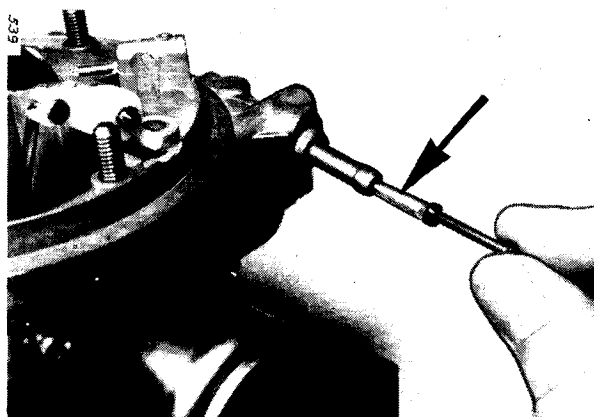

Bild 26
9. FILTER IM KRAFTSTOFFZULAUF (Bild 26)